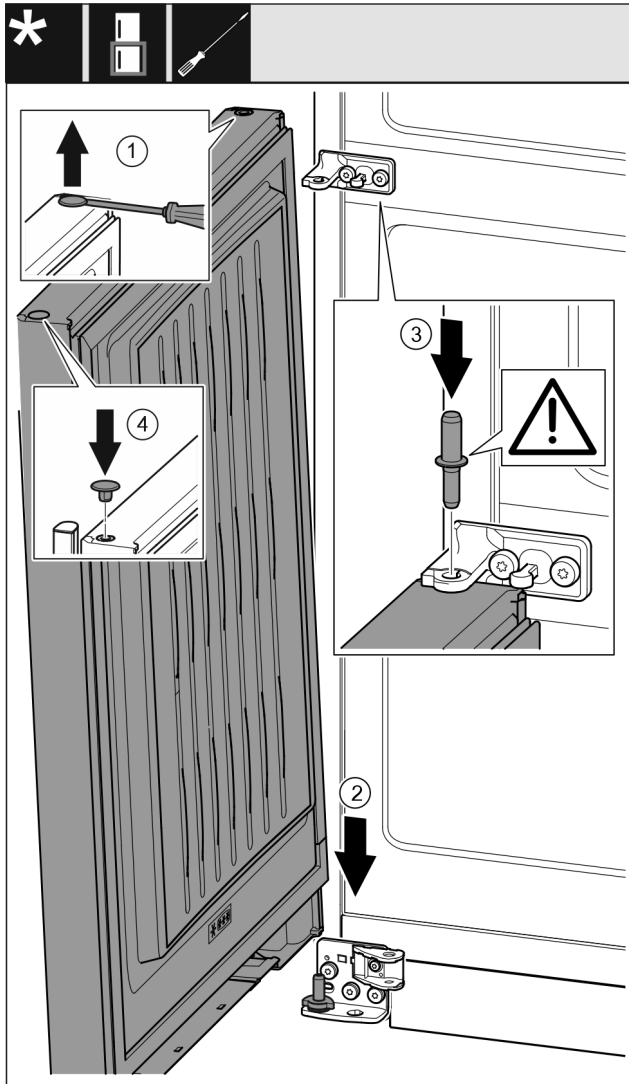

Fig. 43
- Stopfen Fig. 43 (1) vorsichtig mit einem Schlitzschraubendreher anheben und herausziehen.
- Tür Fig. 43 (2) von oben auf den unteren Lagerbolzen aufsetzen.
- Lagerbolzen Mitte Fig. 43 (3) durch Lagerbock Mitte in die untere Tür einsetzen. Dabei darauf achten, dass der Rastnocken nach hinten zeigt.
- Stopfen Fig. 43 (4) auf der anderen Türseite wieder einsetzen.